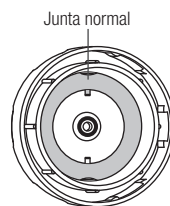

Fig. 4
- Antes de encher solução na Garrafa VA, certifique-se de que a Junta no interior da tampa da garrafa está limpa. (Fig. 4)